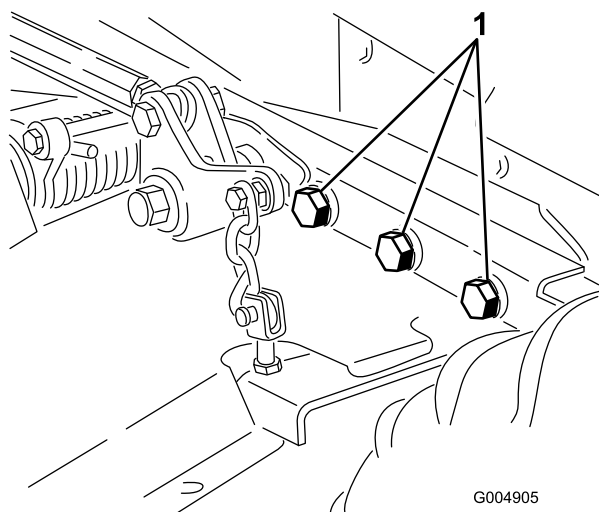

Figura 63
4. Compruebe que todos los herrajes están bien apretados; apriételos si es necesario. Apriete los 6 pernos que fijan el bastidor de la carcasa del cortacésped a la unidad de tracción (Figura 63) a 359 N·m.